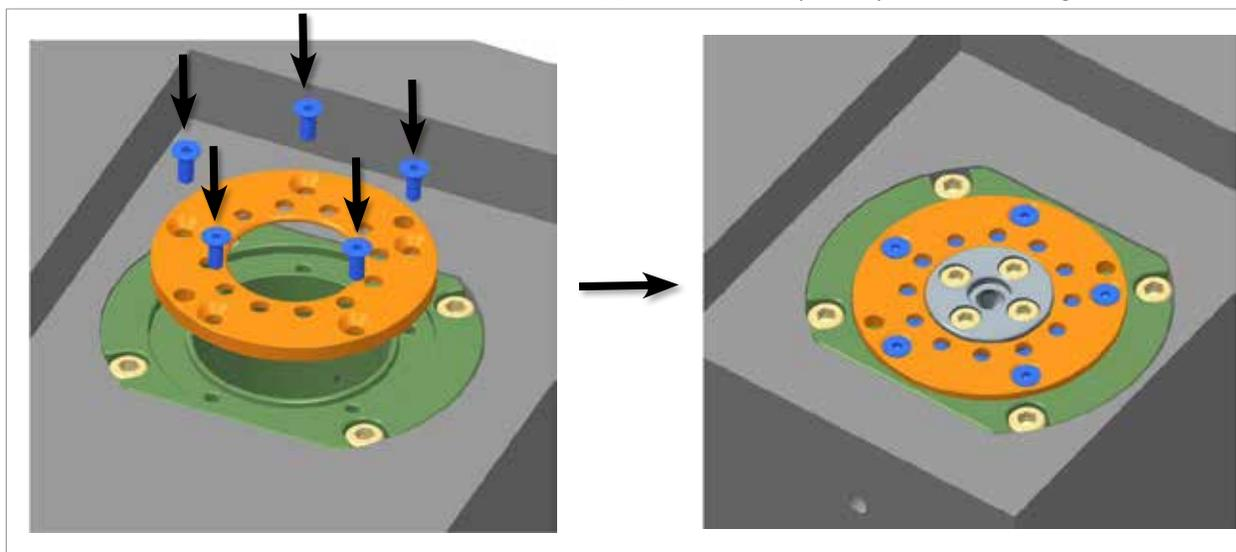

Figura 11-21 Fissaggio dell'anello di posizionamento al corpo esterno
2. Fissare l'anello di posizionamento al corpo esterno utilizzando viti a testa piatta. Serrare a una coppia di 2,8 Nm (2 ft-lb). Vedere la Figura 11-21.